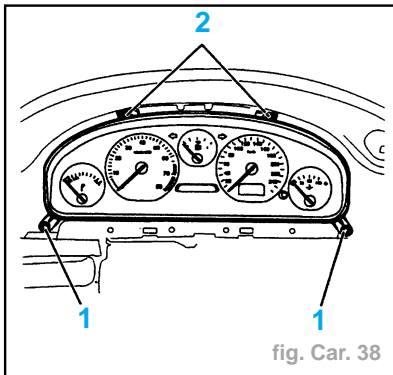

fig. Car. 38
- Déposer les fixations (1) et (2) (fig. Car. 38).